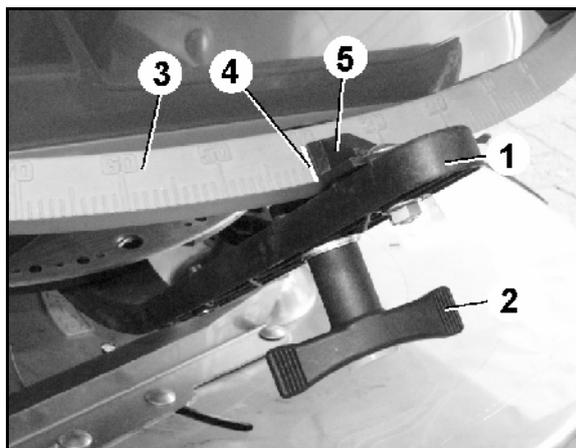

Fig. 64
La regolazione della quantità verrà quindi effettuata secondo la Tabella di spargimento, mediante l'apposita leva di regolazione (Fig. 64/1).
2. Allentare la vite ad alette (Fig. 64/2).
3. Cercare la posizione della paratoia necessaria sulla scala (Fig. 64/3).
4. Regolare l'angolo di lettura (Fig. 64/4) dell'indicatore della leva di regolazione (Fig. 64/5) sul valore di scala.
6. Riserrare saldamente la vite ad alette (Fig. 64/2).